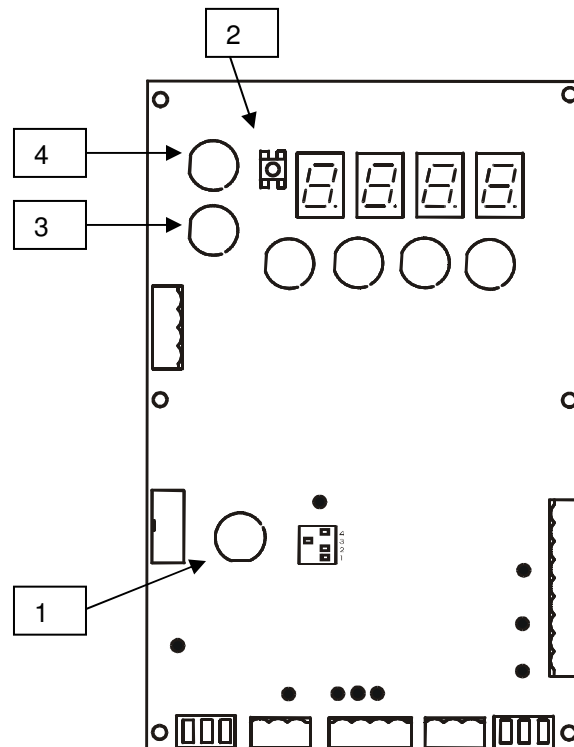

Bild 4-2 Bedienelemente zur Türweitenermittlung
- Die Taste „Türweitenermittlung“ (Bild 4-2/1) betätigen und festhalten. Die Taste „Reset“ (Bild 4-2/2) betätigen und wieder loslassen. Sobald die Tür sich bewegt, kann auch die Taste „Türweitenermittlung“ wieder losgelassen werden.
- 10 – Mit der Service-Taste „Tür zu“ (Bild 4-2/3) kann die Tür nun geschlossen und mit der Service-Taste „Tür auf“ (Bild 4-2/4) geöffnet werden. Für alle Türbewegungen mit den Service-Tasten „Tür zu“ und „Tür auf“ muss die jeweilige Service-Taste bis zum Erreichen des Zustandes „offen“ bzw. „geschlossen“ festgehalten werden. Sonst wird die Türbewegung gestoppt. Der jeweilige Zustand ist erst dann erreicht, wenn die Statusanzeige (Tabelle 2-1) dieses anzeigt. Die Service-Tasten liegen parallel zu den Steuereingängen an X6.